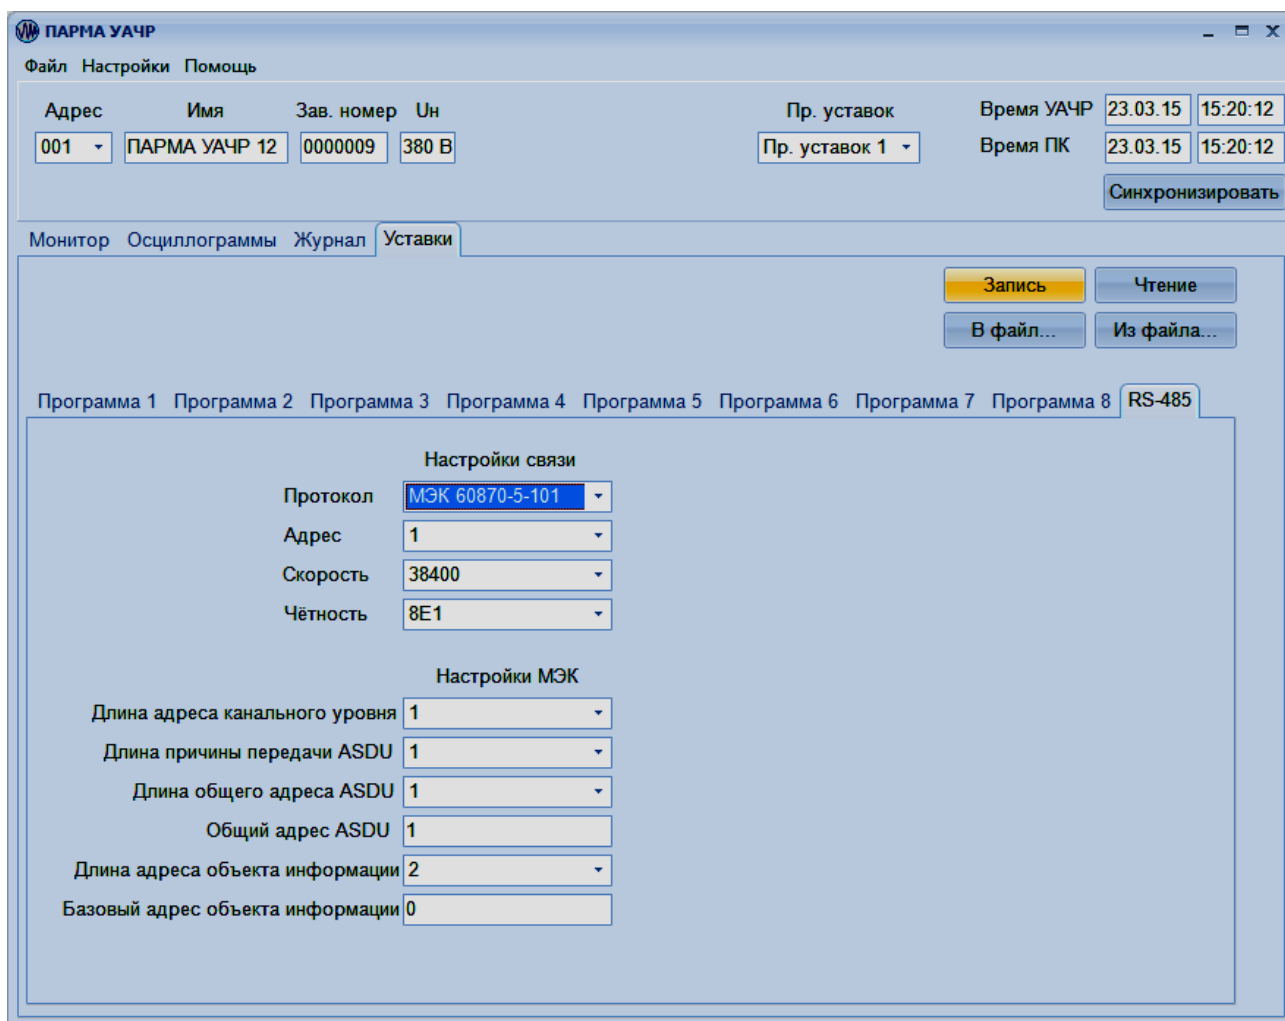

Рисунок 15 – Вкладка "RS-485". Настройки МЭК 60870-5-101
5.3.10.7 При выборе протокола МЭК 60870-5-101 во вкладке откроются дополнительные настройки для этого протокола (рисунок 15). В выпадающих списках необходимо выбрать соответствующие значения и указать общий адрес ASDU и базовый адрес объекта информации.